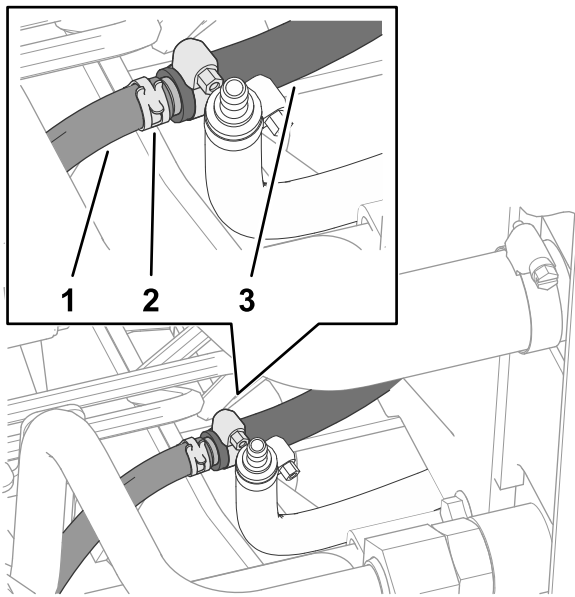

Figura 16
6. Monte la abrazadera tipo muelle que retiró en el paso 1 en la manguera del depósito de combustible en la máquina (Figura 16).
7. Monte la manguera del depósito de combustible y la abrazadera en el conector de manguera con espiga de la manguera del enfriador de combustible hacia dentro (Figura 16).